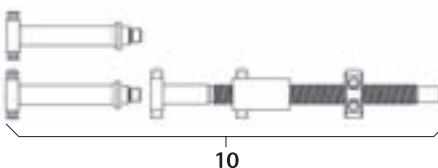

Fig. 16
- Montare il distrattore ad asta filettata **10**, vedere Fig. 16.